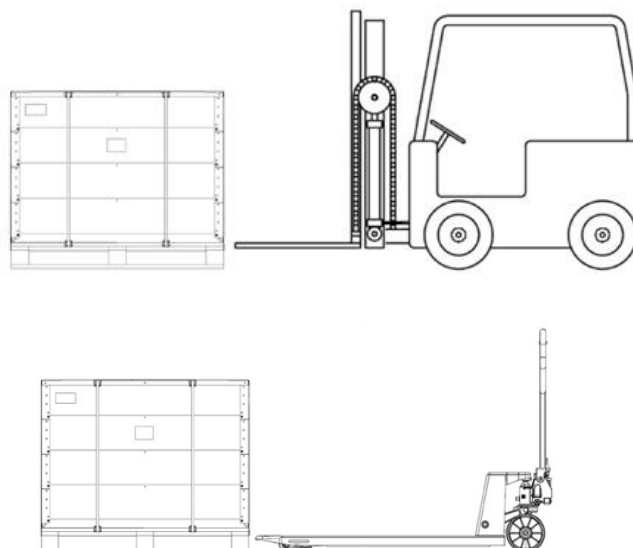

Figura 29
**¡ADVERTENCIA!** No está permitido apilar más de dos embalajes de reconectores durante el transporte. Para trasladar el embalaje del Rec15/25, utilizar un elevador hidráulico o un autoelevador (ver Figura 29).